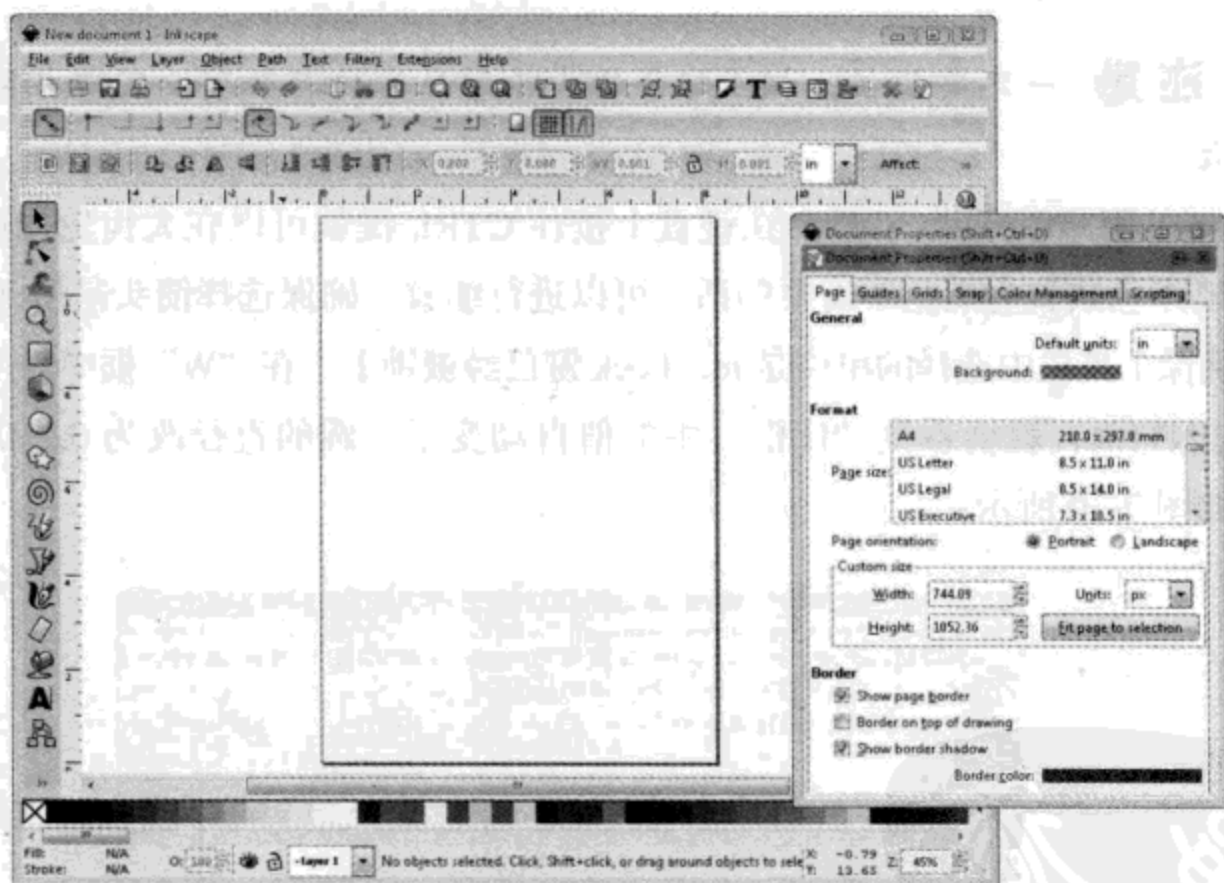

图7.28 在新建的Inkscape文档中修改文件设置
- (1) 从 [www.inkscape.org](http://www.inkscape.org) 网站上下载并安装 Inkscape 软件。
- (2) 从 [www.ponoko.com/make-and-sell/downloads](http://www.ponoko.com/make-and-sell/downloads) 下载 Inkscape 的入门套件。这个套件是一个 PDF 文件，有 3 个与 Ponoko 提供的材料尺寸对应的模板。解压这个文档并存在自己能记得的地方。
- (3) 在 Inkscape 中新建一个新的文档。从菜单栏选择“File/ Document Properties”来打开“Document Properties”窗口。在右上角把缺省的单位改为 in。再返回主窗口，在工具栏中将测量尺从像素改为 in。此时的屏幕应当如图 7.28 所示。关掉“Document Properties”窗口。